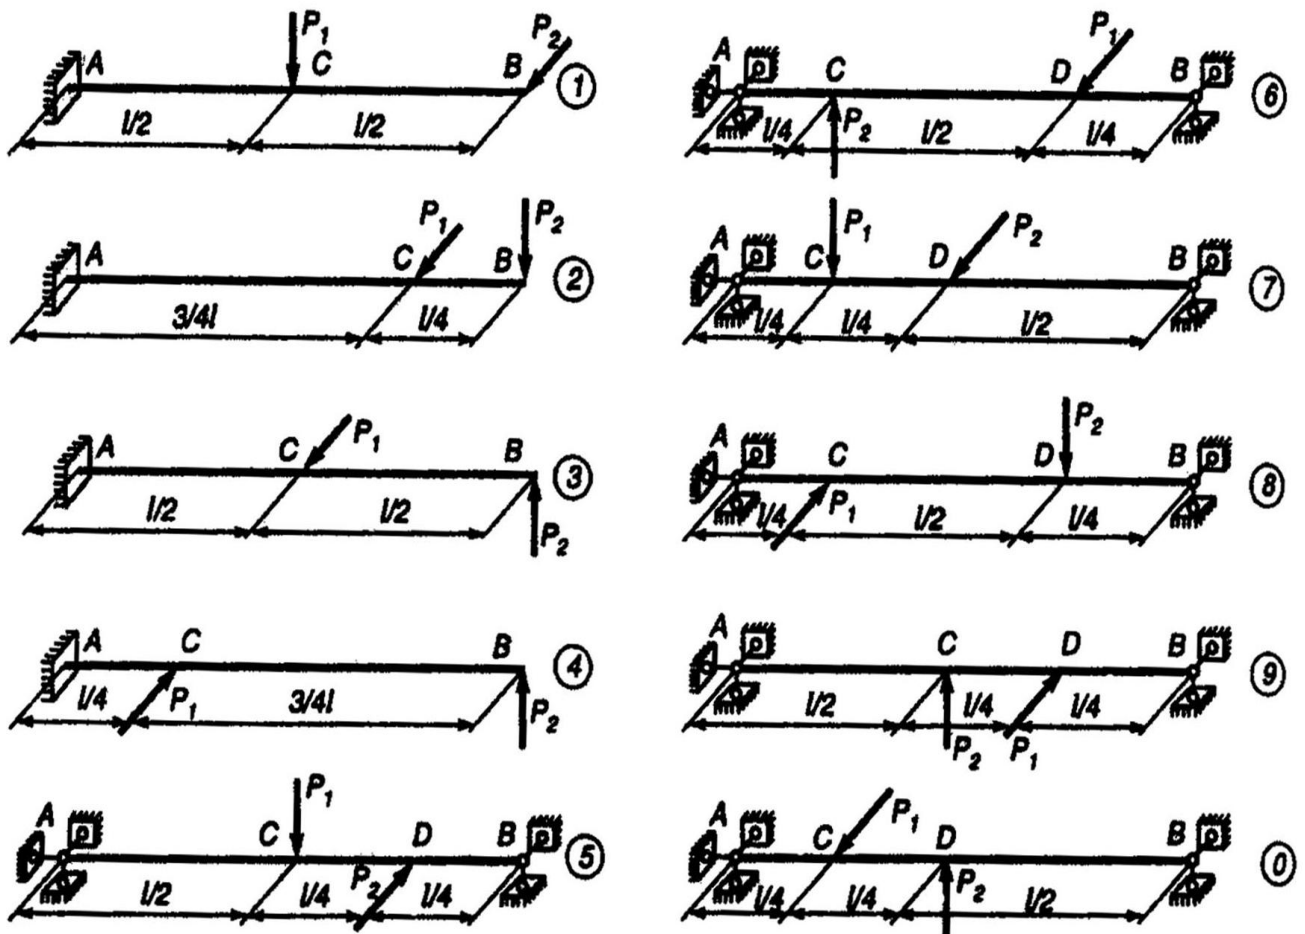
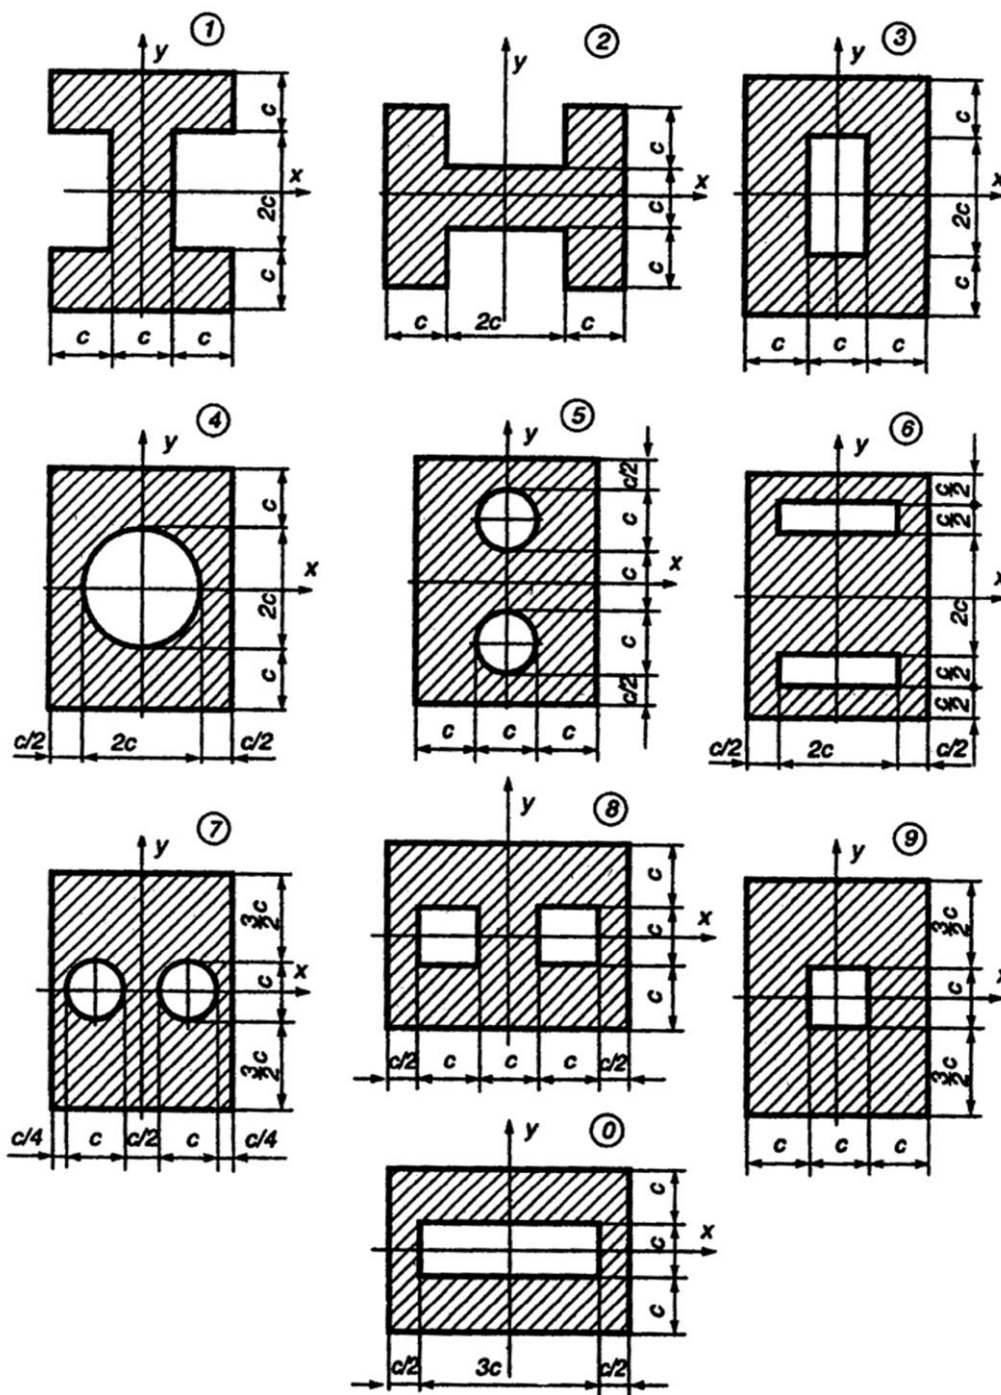

Рисунок 1.1 – Исходные схемы к задаче 1
Рисунок 1.2 – Исходные схемы поперечных сечений к задаче 1
Стальная балка АВ (рисунок 1.1) нагружена силами P_1 и P_2 , направленными по главным центральным осям поперечного сечения.
1) Вычертить в масштабе расчетную схему балки (рисунок 1.1) и ее поперечного сечения (рисунок 1.2).